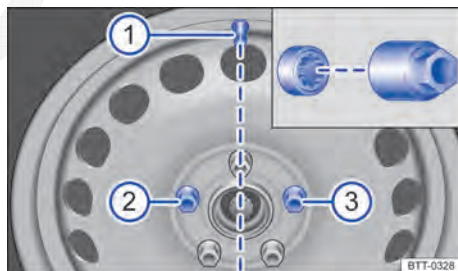

Fig. 236 Troca de roda: Válvula do pneu ① e posições de montagem do parafuso de roda antifurto ② ou ③.
Antes de colocar a calota integral, o parafuso de roda antifurto deve ser aparafusado na posição ⇒ Fig. 236 ② ou ⇒ Fig. 236 ③. Do contrário, a calota integral não pode ser montada.
A calota integral da roda deve ser pressionada sobre o aro de tal modo que o recorte da válvula se posicione sobre a válvula do pneu ⇒ Fig. 236 ①. Ao colocar a calota integral, atentar para que se encaixe com segurança em toda a circunferência. <
O parafuso de roda antifurto, em uma roda com calota integral, deve estar aparafusado na posição ⇒ Fig. 236 ② ou ③ em relação à posição da válvula do pneu ①. Do contrário, a calota integral não pode ser montada.